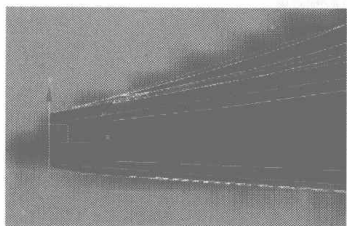
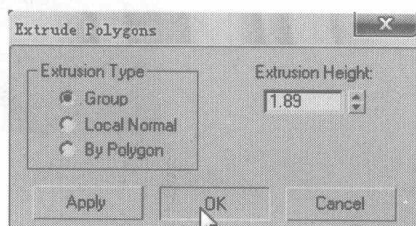
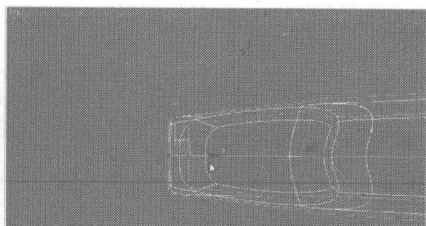
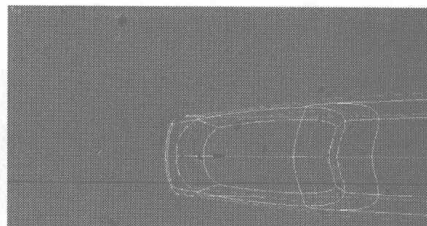

图 2.61
图 2.62
图 2.63
图 2.64
- 16** 选择如图 2.61 所示的面，单击 **Extrude** 右边的小按钮，在弹出的对话框中设置参数如图 2.62 所示。选择如图 2.63 所示的点，调整到如图 2.64 所示的位置。